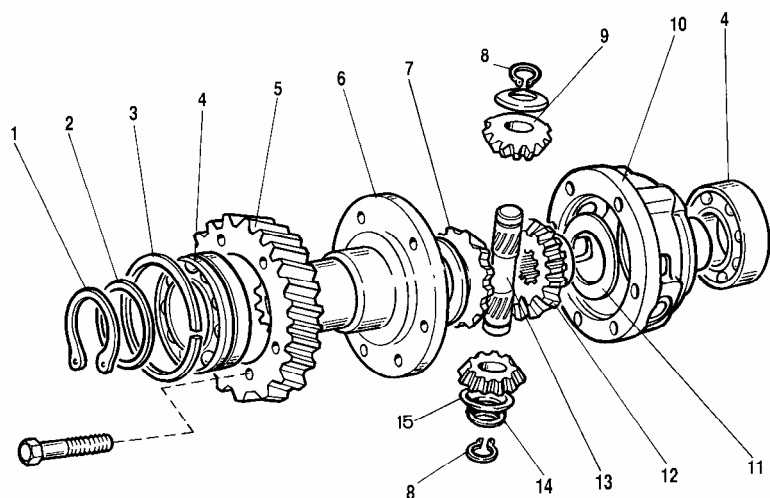

Рис. 3-39. Спрессовка подшипника с корпуса дифференциала:
- снимите задний и передний подшипники с корпуса дифференциала (рис. 3-39), используя универсальный съемник и упор 67.7853.9559;